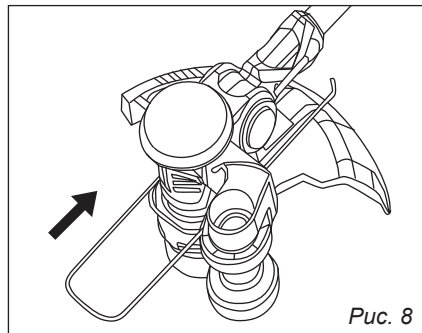

Рис. 8
5. Установите ограничительную скобу. Вставьте свободные концы скобы в отверстия на корпусе двигателя (рис. 8).